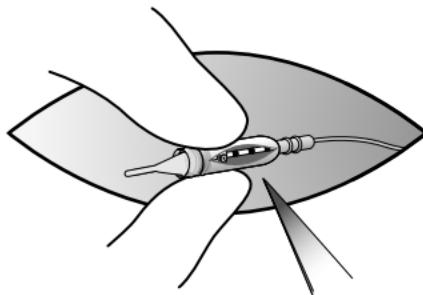

Abbildung 4. Freilegen der Schraube durch Auftrennen der Konnektorschutzkappe
4. Schneiden Sie in die über der Elektrodenschutzkappe befindliche Konnektorschutzkappe ein, um die Schraube freizulegen (Abbildung 4).